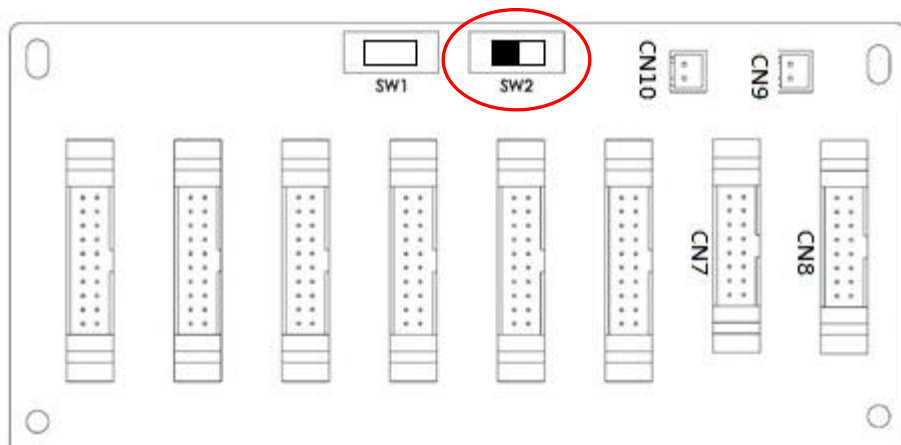

图 9-3：机架 1 之 SW2 开关开至左侧
1. 机架 2 并联板、SW2 开关必须设定于左侧。请参考下图 9-3。